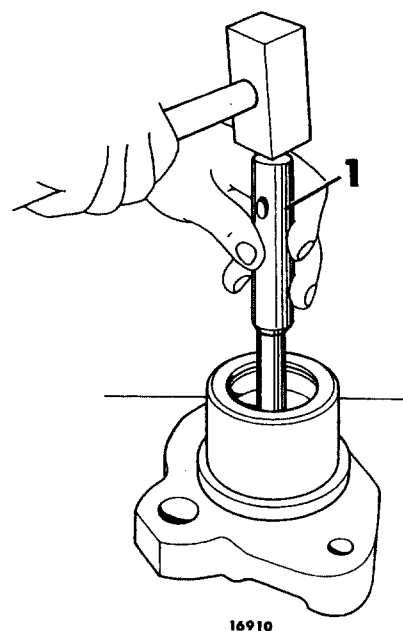

Fig 14-49. Montering av nållager
2. Montera nållagret, se fig 14-49.